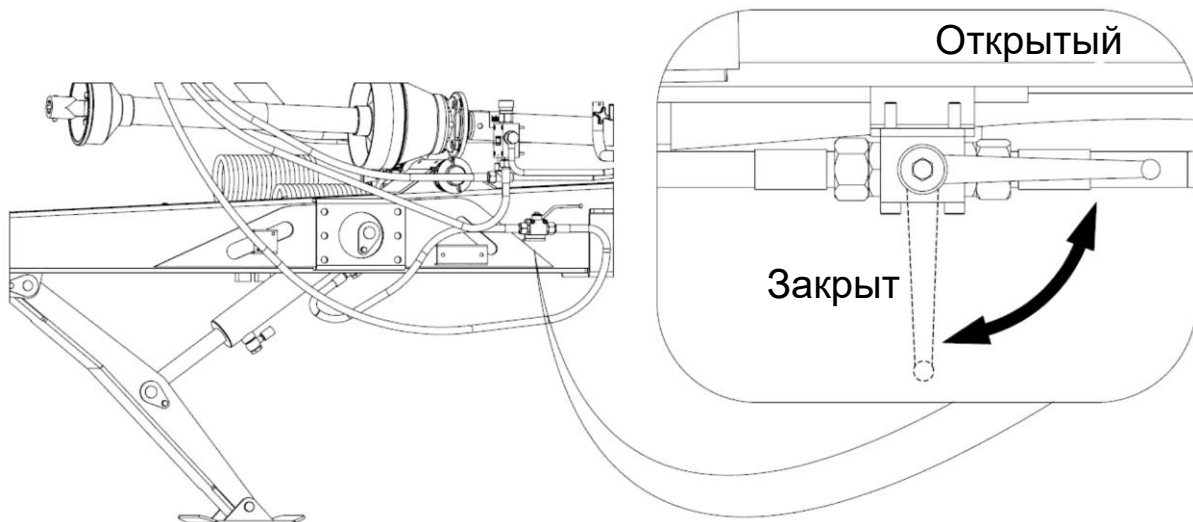

Рисунок 19 Гидравлический клапан, управляющий (отключающий) гидравлической пятой
- 7) Закройте клапан, блокирующий опорную пяту (Рисунок 19). Если у трактора слишком мало гидравлических розеток для подключения других гидравлических систем, гидравлические шланги опорной пяты можно отключить на время перемещения и эксплуатации. При отключении гидравлических шлангов следует сбросить давление в шлангах.